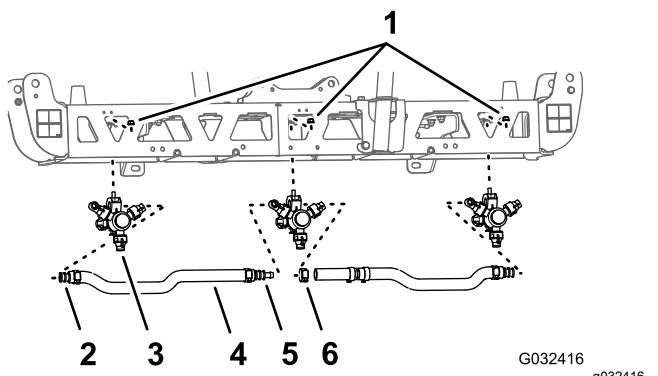
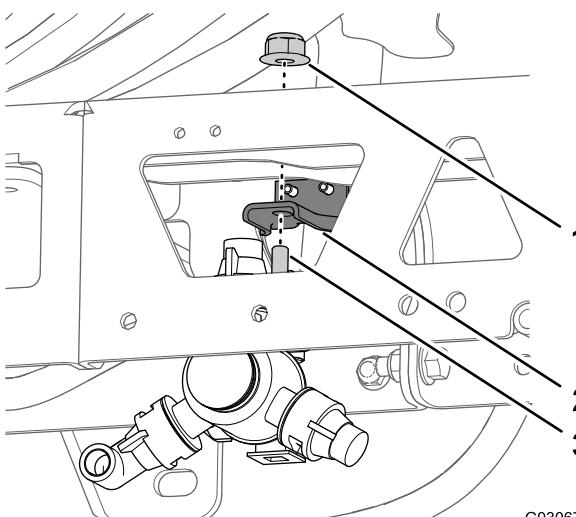

Figura 46
Figura 47
- Na secção de pulverização central, retire a porca de bloqueio flangeada que prende o bico do pulverizador à montagem do bico (Figura 46 e Figura 47).
3. Retire o bico da secção de pulverização central (Figura 46 e Figura 47).
5. Retire os tubos (3/4 pol. de diâmetro interior), as hastes do tubo rosado, os gramos e a união em T estriada da secção de pulverização central (Figura 46).